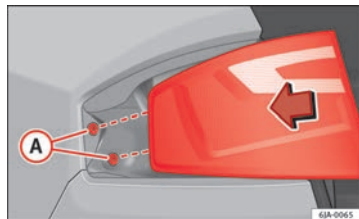

Fig. 166 Montare l'unità posteriore
- Premere il fanale di coda all'indietro (direzione di marcia del veicolo) incastrando i fissaggi nelle boccole in gomma ⇒ fig. 166 **A**.